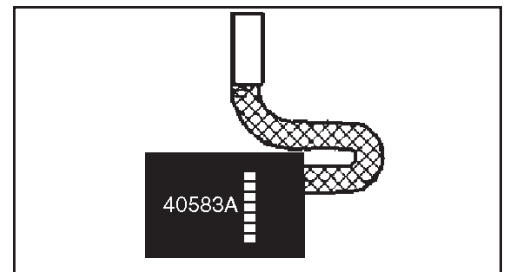

Figura 12
2. Inspeccione las escobillas de carbono. Reemplace las dos escobillas si alguna de las dos se desgastó hasta 3/8" de largo, o si se desgastó hasta el indicador de desgaste. Consulte la figura 12.